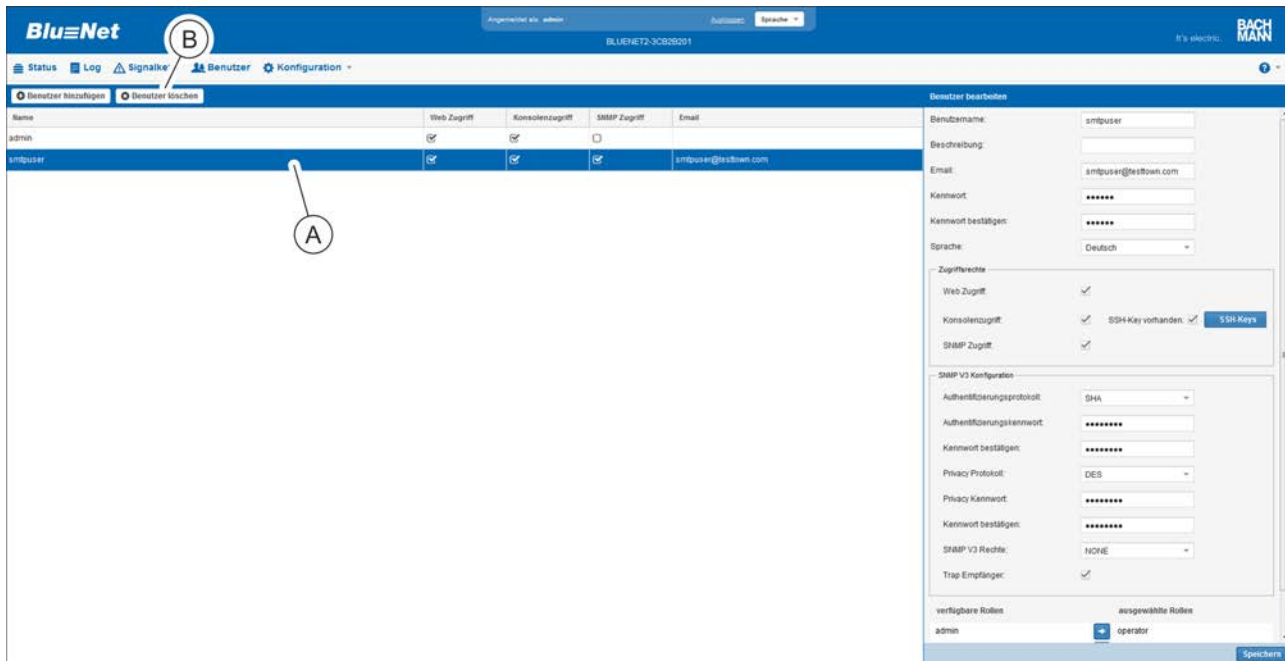

Abb. 242: Menü "Benutzer"
2. Gewünschten Benutzer auswählen (Abb. 242/Ⓐ) und die Schaltfläche „Benutzer löschen“ (Abb. 242/Ⓑ) anklicken.